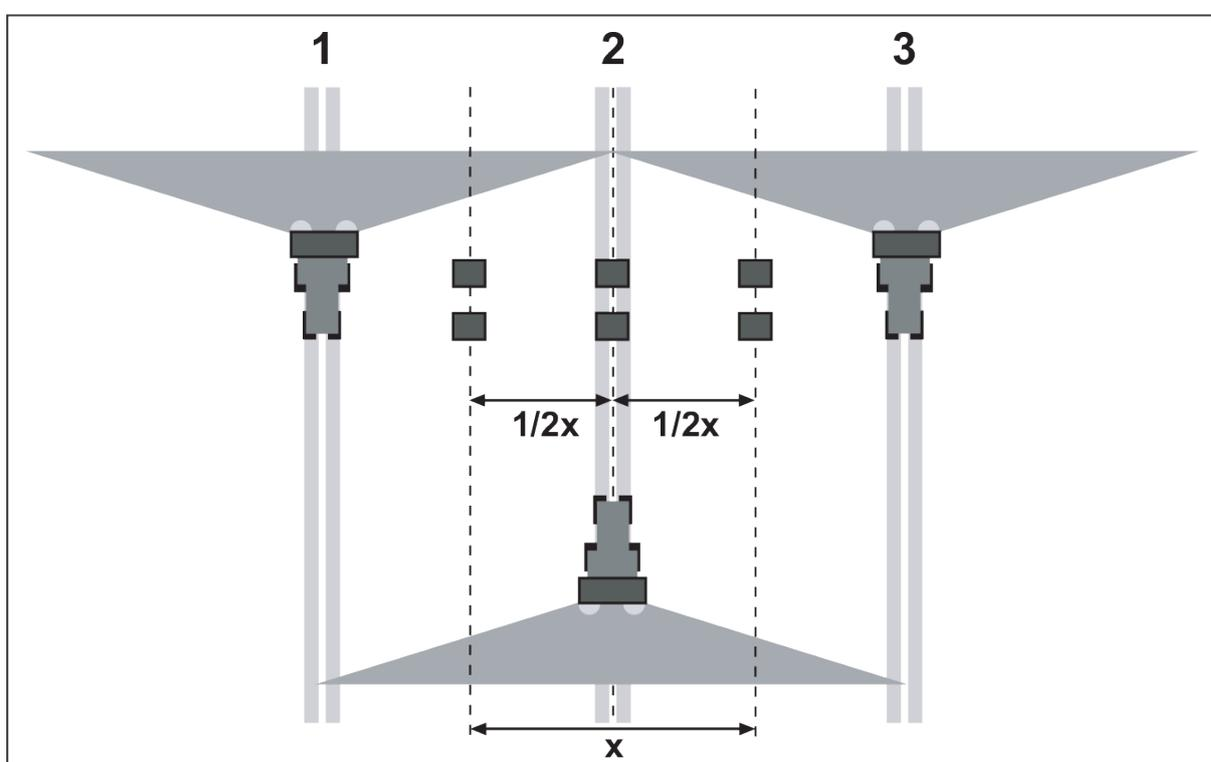

Рис. 35: Установка для трех проходов
- ▶ Установите по два поддона на расстоянии **1 м** друг за другом в зонах перекрытия (между технологическими колеями) и в центральной технологической колее (согласно Рис. 35)